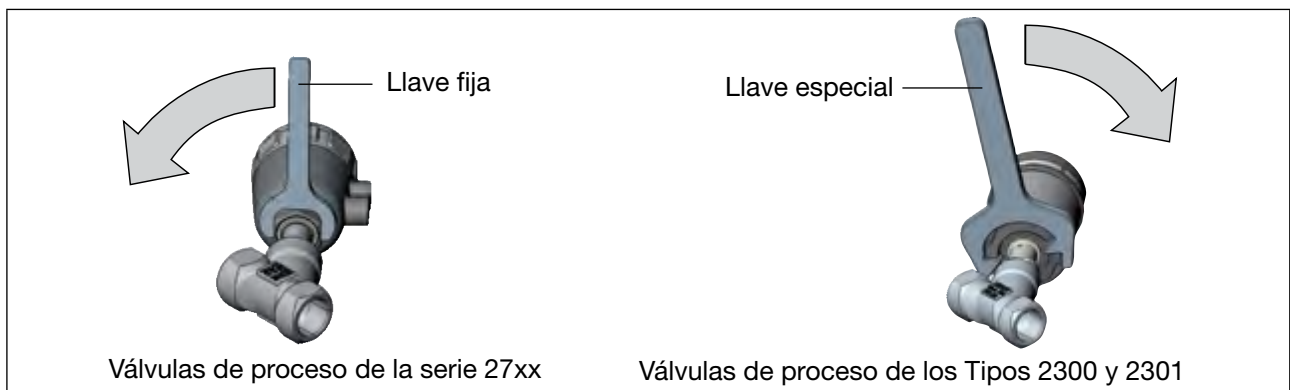

Imagen 22: Dirección y herramientas estipuladas para el giro del módulo actuador
- ▶ Gire el módulo actuador **exclusivamente en el sentido estipulado** (consulte Imagen 22).